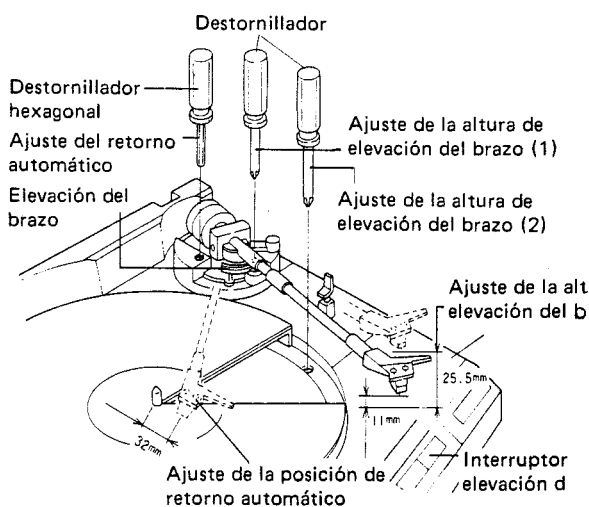

Fig. 11-5 Ajuste de la altura de elevación del brazo y el ajuste del retorno automático
5. Dejar de girar el tornillo de ajuste en el punto en el que haya un espacio de 32mm entre la aguja de la cápsula y el eje central. (Fig. 11-5)